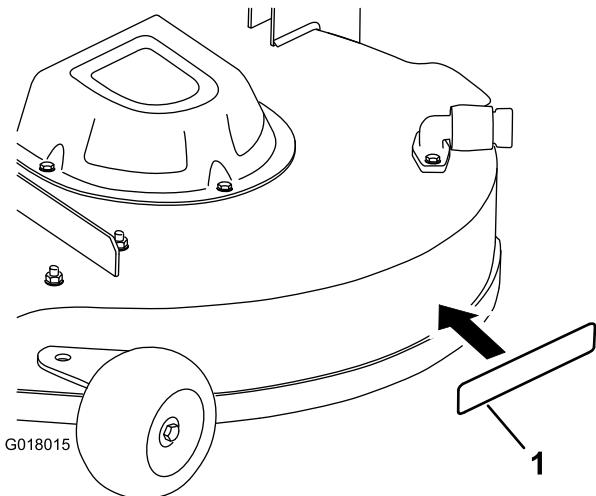

Figura 7
| 6. Instale la pegatina en la zona indicada en Figura 7 . | |
- Separé la pegatina del soporte y colóquela en su lugar (Figura 7).